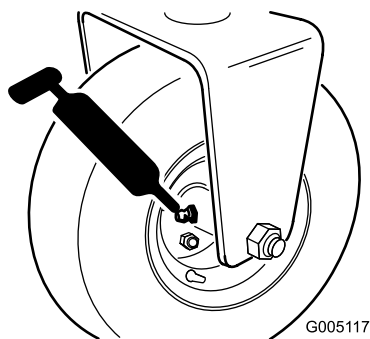

図 30
- 後ローラハブアセンブリ3輪駆動キットを搭載している場合には、後ホイールのローラクラッチと外部ボールベアリング 箇所 図 30